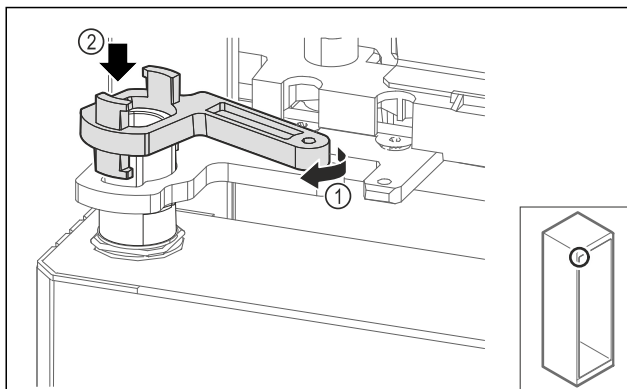

Fig. 70
- Mírně otočte zajištění stojanu ložiska Fig. 70 (1) a nasad'te jej na objímku Fig. 70 (2).